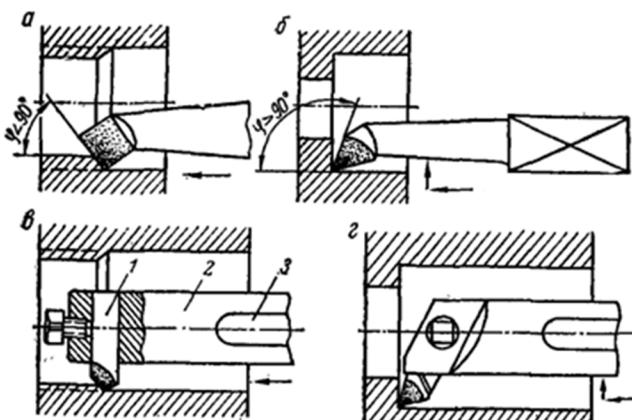

Рисунок 2 - Расточные резцы: а, б - цельные; в, г – державочные
**Расточные резцы** по конструкции делятся на цельные и державочные (рис.2), а по назначению — для сквозных отверстий (рис.2,а), глухих (рис.2,б).
Из-за недостаточной жесткости цельных резцов ими можно пользоваться только для растачивания отверстий глубиной до трех диаметров. Обработку более глубоких отверстий диаметром примерно выше 30 мм выполняют державочными резцами. Такие резцы изготавливаются двух разновидностей: с прямым креплением резца 1 в державке 2 (рисунок 2, в) - для сквозных отверстий и с косым креплением (рисунок 2, г) - для глухих отверстий. Лыски 3 на державке служат для устойчивого положения резцов в резцодержателе.
По действующим стандартам цельные расточные резцы (рисунок 2) выпускаются в двух исполнениях. Резцы исполнения А с круглой рабочей частью стержня предназначены для обработки отверстий с наименьшим диаметром расточки 10 мм, резцы исполнения Б с прямоугольным сечением